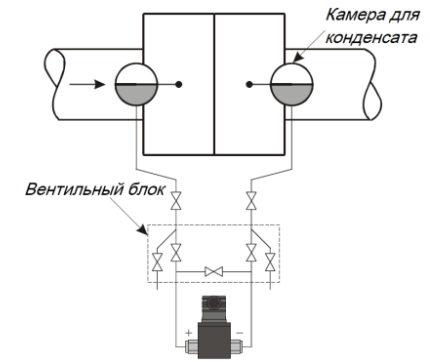

Рисунок 4. Монтаж датчика для измерения давления пара.
4.8. При измерении давления пара рекомендуется использовать импульсные трубки, предварительно заполненные водой и камеры для конденсата (см. рис. 4.).